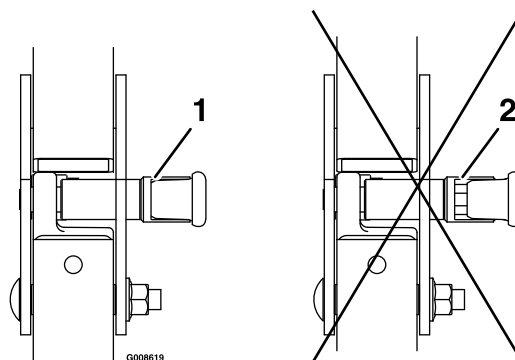

図 9
1. まずROPSを通常使用位置に立て、次にノブを回して溝に半分掛かった状態にする **図 9**。
2. 次にROPSを完全に立てて上部バーを押えながら穴を整列させると、ピンがひとりで中にはまる **図 9**。
3. ロールバーを押して、両方のピンが噛み合っていることを確認する (**図 9**)。